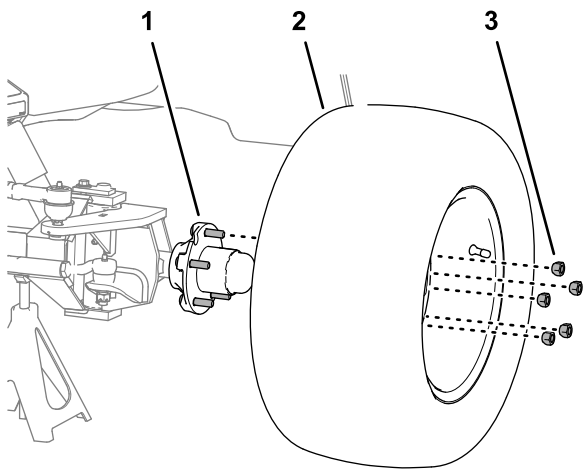

Figure 4
2. Retirez les 5 écrous qui fixent le pneu et la jante gauches au moyeu, puis déposez la roue complète (Figure 4).